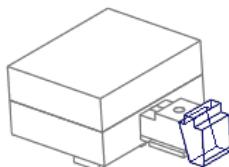
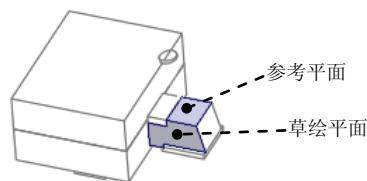

图 27.55 实体拉伸特征
图 27.56 定义草绘平面
Step2. 单击 **模具** 功能选项卡 **元件** 区域中的“模具元件”按钮 **元件**，在系统弹出的菜单中单击 **创建模具元件** 选项。在系统弹出的“确认”信息对话框中单击 **是 (I)** 按钮。
Step5. 创建实体拉伸特征，如图 27.55 所示。单击 **模具** 功能选项卡 **形状** 区域中的 **拉伸** 按钮，此时系统弹出“拉伸”操控板；在出现的操控板中确认 **按住** 按钮被按下；从系统弹出的菜单中选择 **定义内部草绘...** 命令；选取图 27.56 所示的平面为草绘平面，然后选取图 27.56 所示的表面为参考平面，方向为 **上**。单击 **草绘** 按钮，进入草绘环境；进入截面草绘